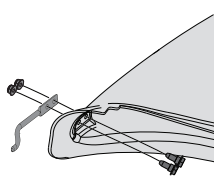

Figura 18
- Desde el interior de la bota, coloque los dos tornillos de cabeza hexagonal (738-1225) del paquete de herrajes 689-02199, a través de los orificios en la parte inferior delantera de la bota. Consulte la Figura 18.
- Coloque la varilla de montaje (747-06309) en su lugar sobre los tornillos de cabeza hexagonal. Asegúrese de que la punta de la varilla esté hacia afuera desde la bota. Consulte la Figura 18.
- Comience a enroscar las tuercas de seguridad de la brida (712-04064) en los tornillos de cabeza hexagonal. Consulte la Figura 18.